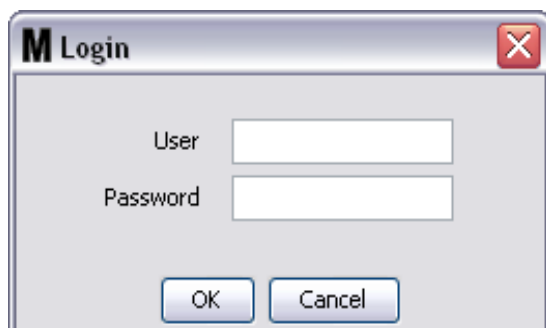

FIG. 115
- Aparecerá el cuadro desplegable que se representa en la FIG. 115 para que usted introduzca su nombre de usuario y contraseña.